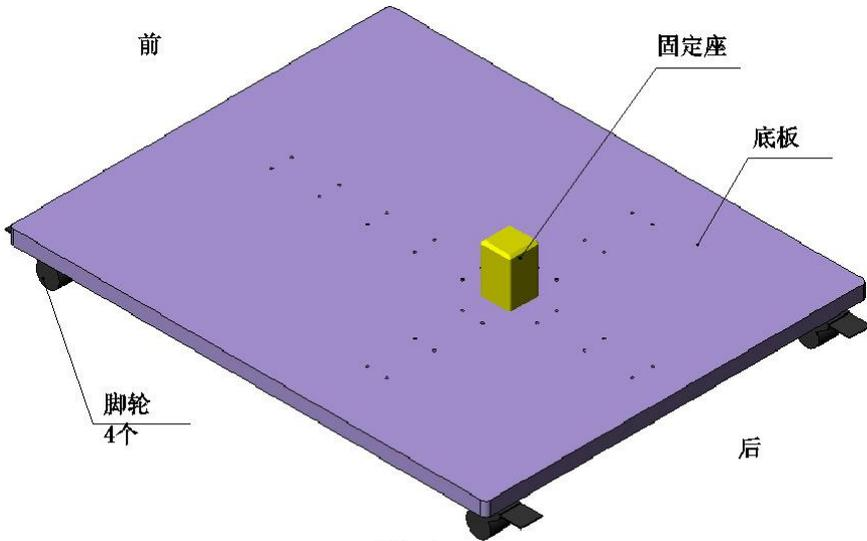

图 1
- 图 1: ① 用 16 个 M8 螺栓将 4 个脚轮安装到升降架底板上，牢固可靠。
② 用 2 个 M10 螺栓将升降架的固定座安装到底板上，要求其与前、后（见图）平行，安装牢固。